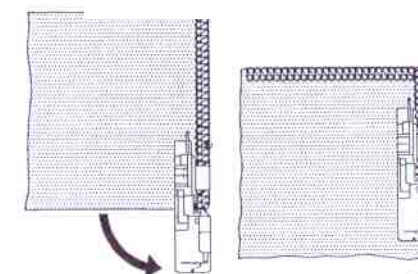

Fig. 1
3. Turn the fabric, lower the presser foot and begin stitching in the new direction, Fig. 1.
3. Tourner le tissu, redescendre le pied presseur et coudre dans la nouvelle direction (Fig.1).
3. Gire el tejido, baje el pie prensatelas y continúe cosiendo en la nueva dirección. Fig. 1.